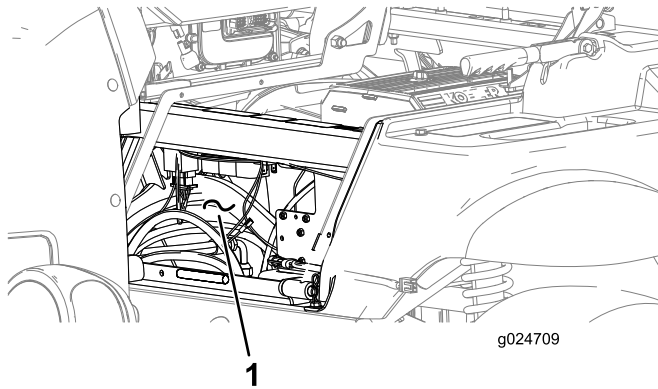

Figura 25
1. Encaminhe a cablagem através da parte da frente da cobertura do banco (Figura 25).